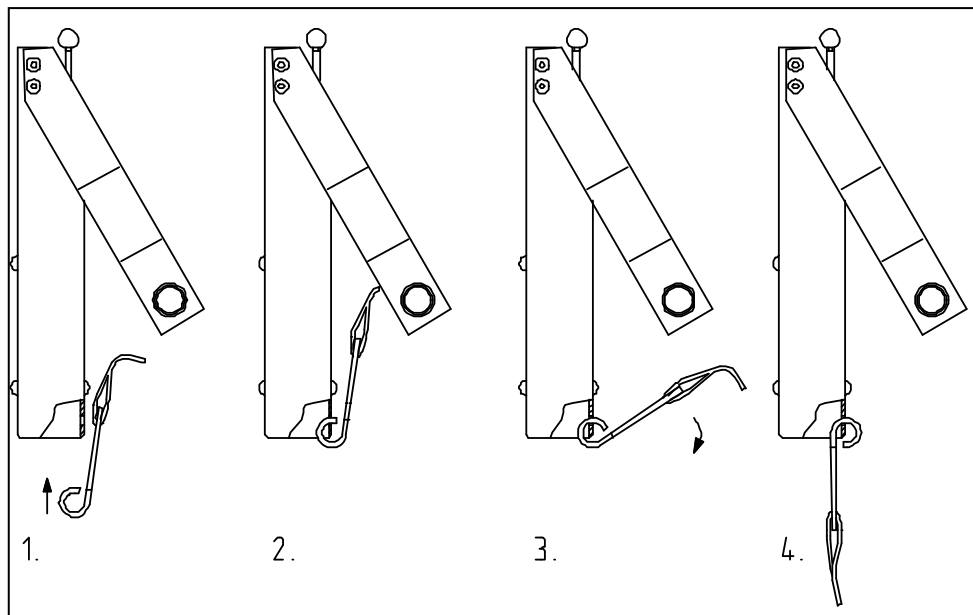

Abbildung 3: Gurtblech an den oberen Greifern einhängen
2. Hängen Sie die Gurtbleche (Pos.4) der am Sitz (Pos.8) befestigten Sitztragegurte (Pos.5) an den oberen Greifern ein. Dazu legen Sie das Gurtblech mit dem Gurt nach oben am oberen Greifer an, schieben es nach oben und drehen es anschließend um 180° nach unten (**Abbildung 3**).
4. Hängen Sie die Gurtbleche (Pos.4) der Sitztragegurte an den oberen Greifern aus. Dazu drehen Sie die Gurtbleche um 180° nach oben, so daß sie sich aushängen lassen (**Abbildung 3**, aber umgekehrte Reihenfolge). Stellen Sie den Sitz ab.